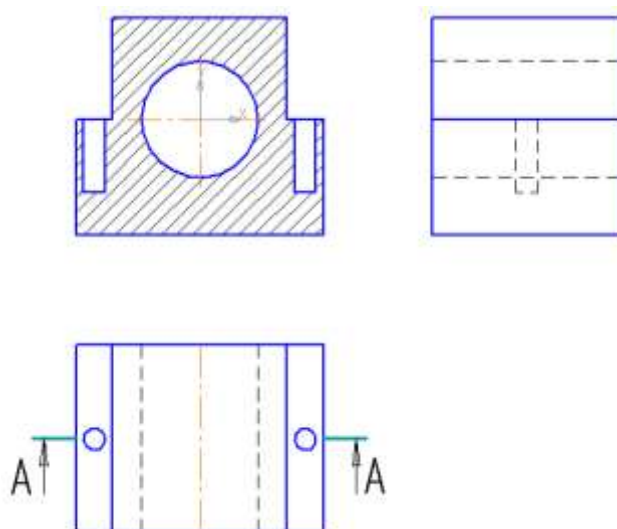

Рис. 17.12
- Если области штриховки заданы правильно, щелчком левой клавиши мыши по кнопке **Создать объект** на **Панели специального управления** создайте штриховку (рис. 17.12).